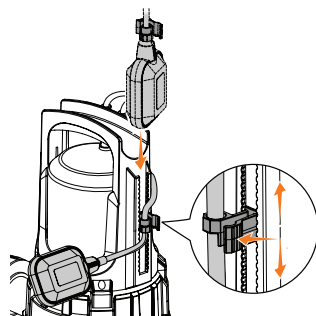

Рис. 3
- Модели **DDP 12500P**, **DDP 13500**, **DDP 19500** оснащены креплением поплавкового выключателя с возможностью регулировку не только длины провода, но и высоту крепления держателя, для более тонкой настройки уровня срабатывания (Рис. 3).